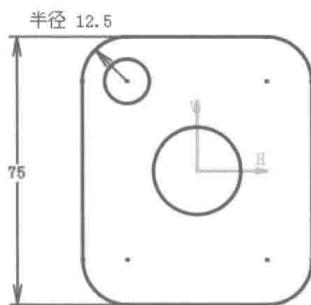

图 4.8 添加竖直约束
Step8. 添加图 4.8 所示的竖直约束。选择下拉菜单 **插入** → **约束** →